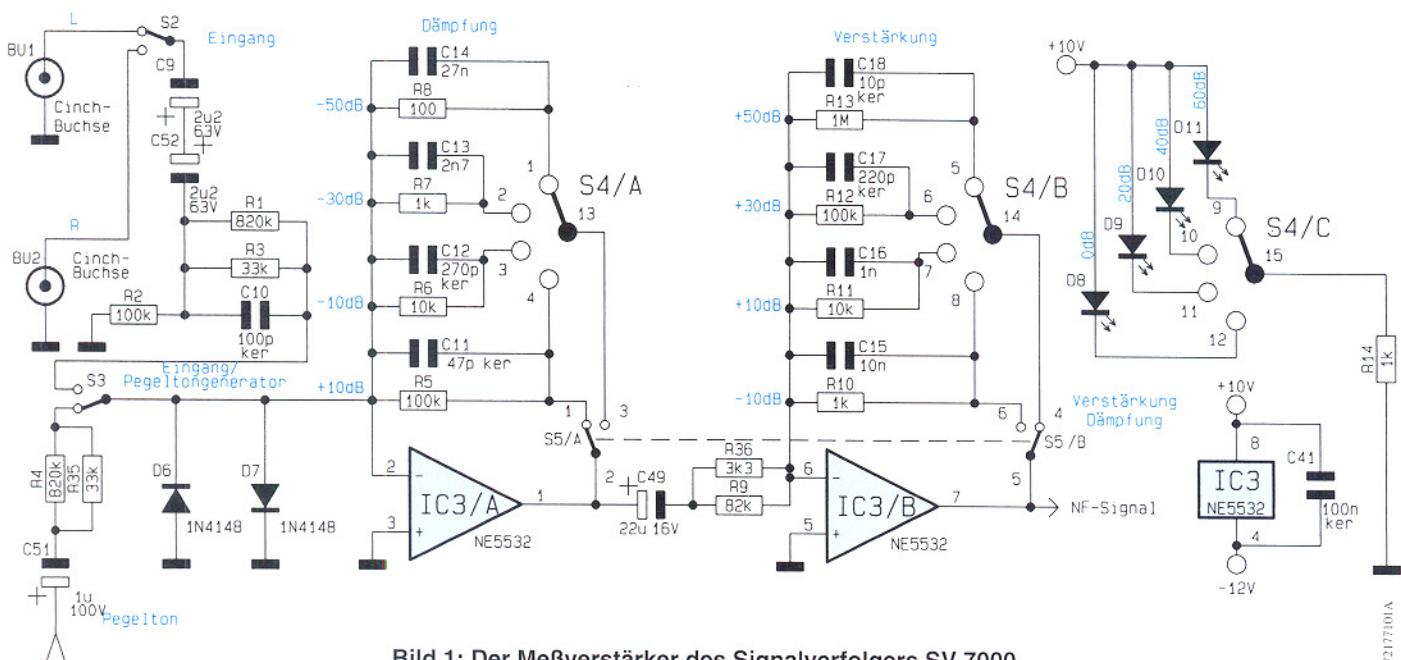

Bild 1: Der Meßverstärker des Signalverfolgers SV 7000
- Bild 1: Meßverstärker
Meßverstärker (Bild 1)
Der in Abbildung 1 dargestellte Meßverstärker hat einen Dynamikumfang von insgesamt 120 dB. Sowohl eine Verstärkung als auch eine Dämpfung von 0 bis 60 dB sind einstellbar.